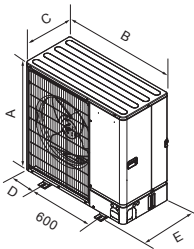

Fig. 2-2
2.2. Εξωτερικές διαστάσεις (Εξωτερική μονάδα) (Fig. 2-2)